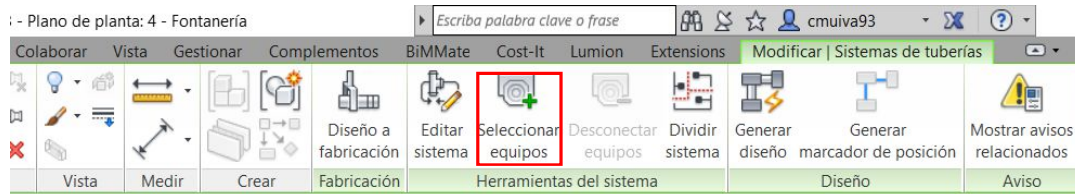

Imagen 4.207: Herramientas de sistema
- Una vez que tengamos seleccionado nuestro sistema, lo primero que tenemos que hacer para generar un trazado automático, es darle un equipo a todo el sistema, puesto que ahora mismo, el entiende que todos los elementos que lo componen son aparatos. Para darle un equipo a nuestro sistema, con el sistema seleccionado, nos sale las herramientas siguientes (imagen 4.207). Haciendo uso de estas herramientas, elegimos “seleccionar equipos”, y pinchamos sobre nuestro equipo de sistema, que, en este caso es la caldera.